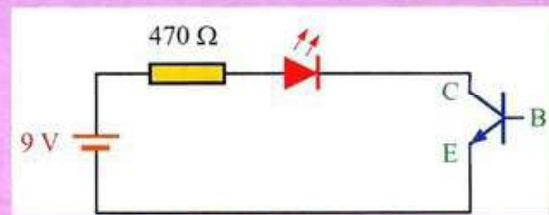

Figura 9.8.
e) Seguidamente, conecta los terminales del colector y emisor, tal como se muestra en la Figura 9.8. Podrás comprobar cómo en este caso el diodo LED no se enciende.